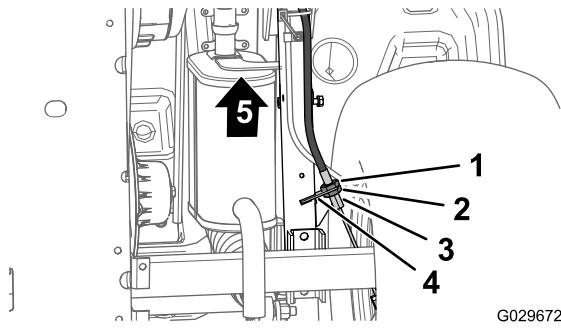

Figura 62
- Na parte inferior da máquina, desaperte a porca de bloqueio traseira para o ajustador rosado do cabo do travão de mão 4 voltas (Figura 62).
- Aperte a porca de bloqueio dianteira (Figura 62).
- Desaperte a porca de bloqueio dianteira (Figura 62) para o ajustador rosado do cabo do travão de mão 1 volta.
- Aperte a porca de bloqueio traseira (Figura 62).
- Desaperte a porca de bloqueio traseira (Figura 62) para o ajustador rosado do cabo do travão de mão 1 volta.